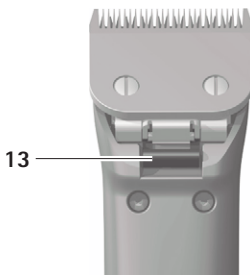

Fig. 4
- Trykk klippehodelåsen **14**, *gukla Fig. 4.*